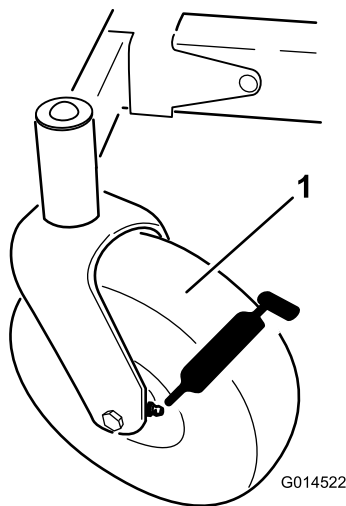
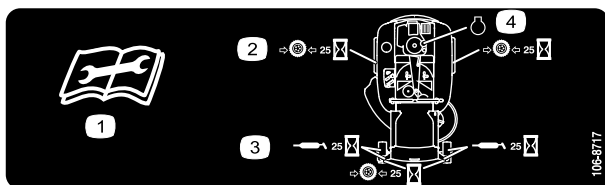

Figura 25
Figura 26
3. Limpie con un trapo los puntos de engrase (Figura 25) y (Figura 26). Asegúrese de rascar cualquier pintura que hubiera sobre los puntos de engrase.
4. Conecte una pistola de engrasar a cada punto de engrase (Figura 25 y Figura 26). Bombear grasa hasta que empiece a rezumar grasa de los cojinetes.